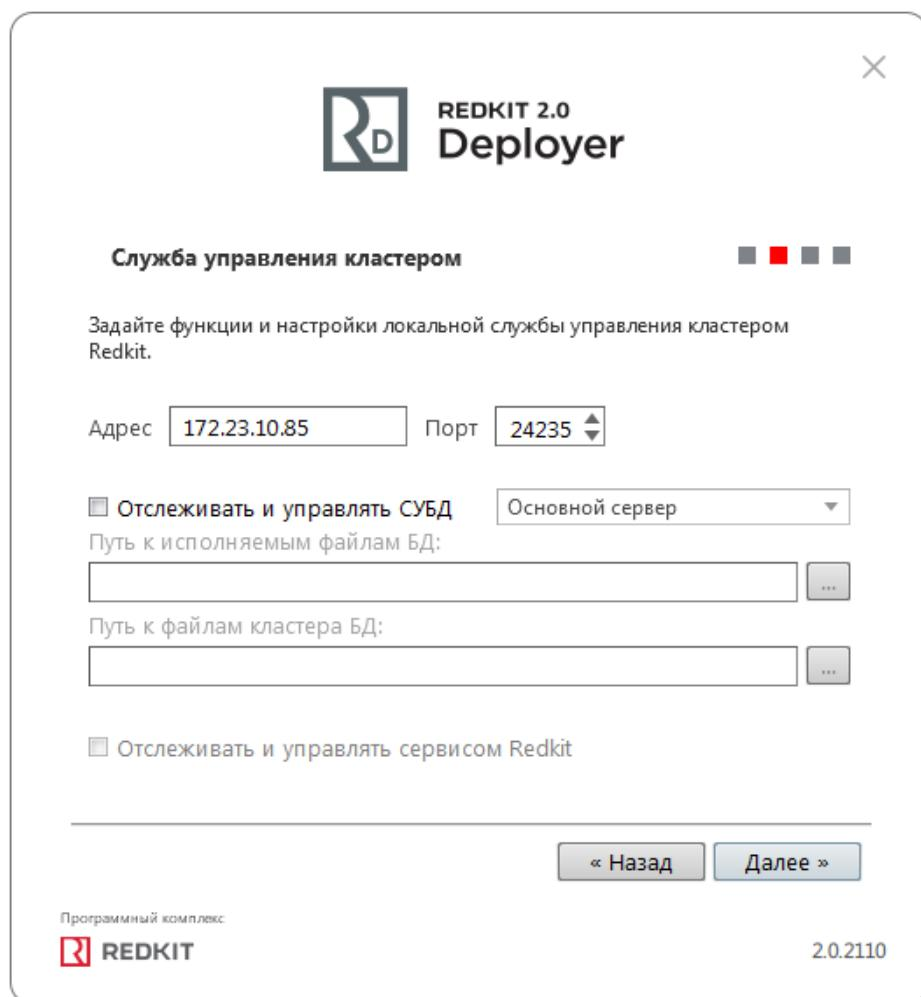

Рисунок 60 - Служба управления кластером
6. В окне Служба управления кластером ничего не указывайте и не отмечайте (Рисунок 60). Нажмите Далее.